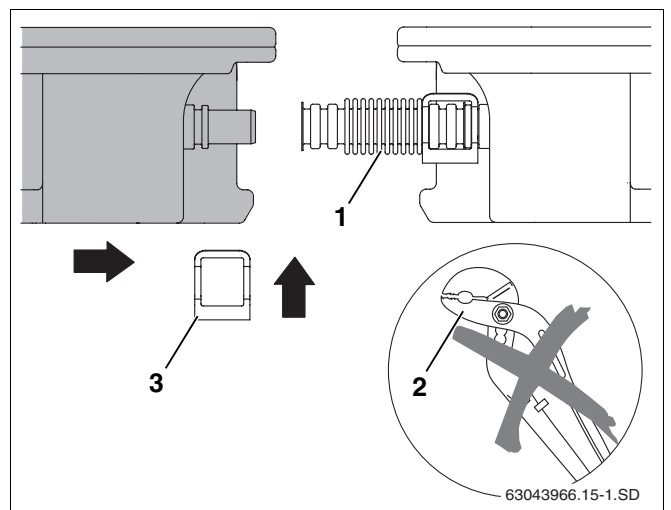

Fig. 49 Insérer le deuxième capteur dans le premier
- N'utilisez pas d'auxiliaires comme les pinces (fig. 49, **pos. 2**). Ils risqueraient de rendre les connecteurs inutilisables.
- Placer le deuxième capteur contre le premier de manière à ce que les raccords s'insèrent dans les connecteurs prémontés des tubes ondulés (fig. 49, **pos. 1**) du premier capteur.
- Insérer la deuxième bride de fixation (fig. 49, **pos. 3**) sur le connecteur du tube ondulé et le raccordement de capteur.